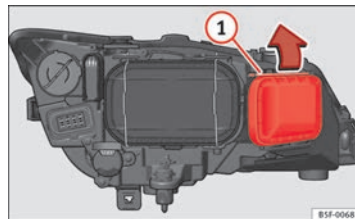

Abb. 144 Glühlampe für Fernlicht
- Verschieben Sie die Strebe ⇒ Abb. 144 ① in Pfeilrichtung und nehmen Sie den Deckel ab.